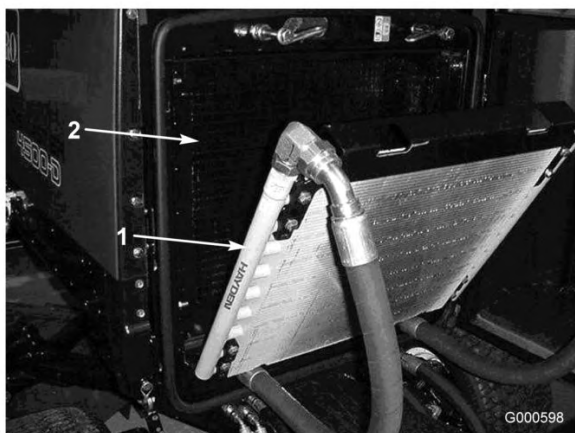

Figura 53
3. Gire el enfriador hacia atrás. Limpie a fondo ambos lados del enfriador de aceite y la zona del radiador (Figura 53) con aire comprimido. Empezando en la parte delantera, sople los residuos hacia la parte trasera. Luego, limpie desde atrás, soplando los residuos hacia adelante. Repita este procedimiento varias veces hasta eliminar todos los residuos.